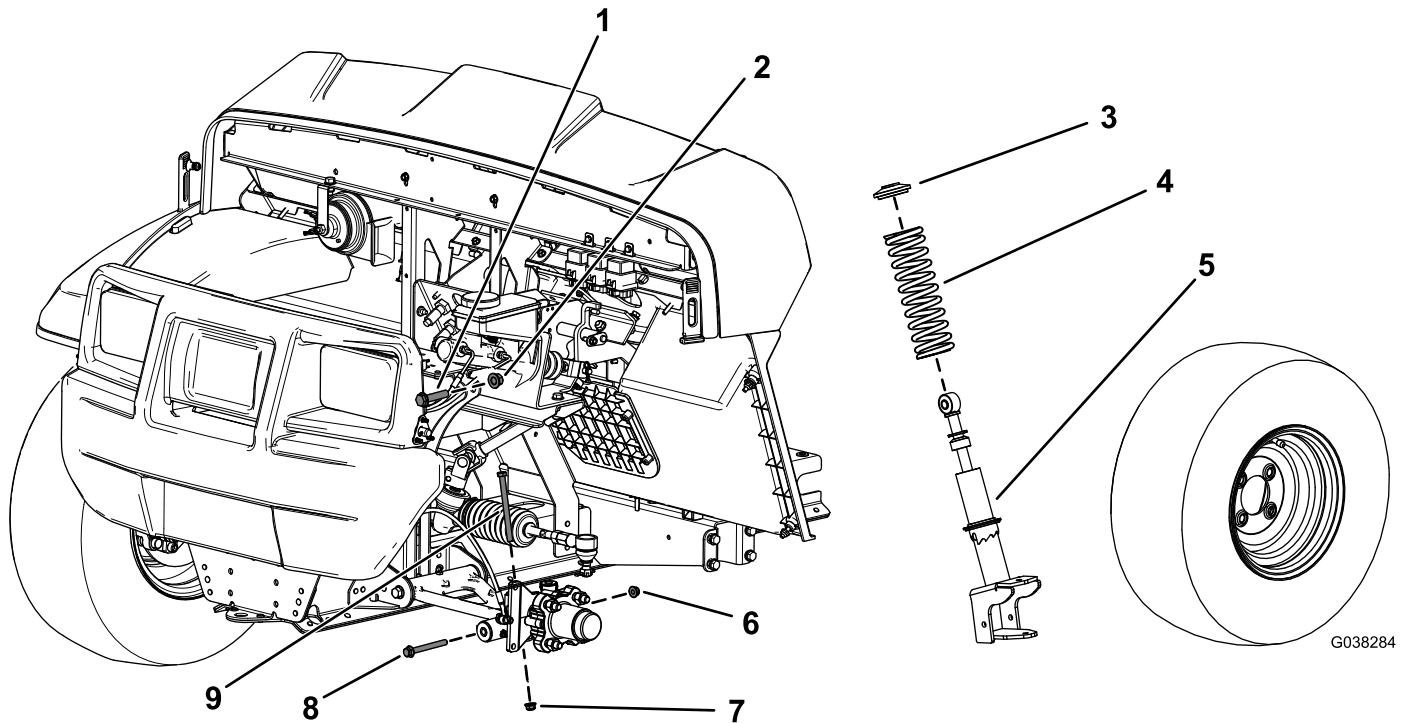

Bild 101
3. Nehmen Sie die Sechskantschraube ($\frac{3}{8}$ " x $4\frac{3}{4}$ ") und Bundmutter ($\frac{3}{8}$ ") von der Spindel ab (Bild 101).
4. Nehmen Sie die Sechskantschraube ($\frac{3}{8}$ " x $3\frac{1}{2}$ ") und Bundmutter ($\frac{3}{8}$ ") vom Steuerarm ab (Bild 101).
5. Nehmen Sie die Sechskantschraube ($\frac{1}{2}$ " x $2\frac{1}{4}$ ") und Sicherungsmutter ($\frac{1}{2}$ ") ab, mit denen die Strebe am oberen Rahmen befestigt ist (Bild 101).
6. Nehmen Sie die Strebe ab (Bild 101).
3. Entfernen Sie die Feder von der Strebe (Bild 101).
4. Bringen Sie die neue Feder über der vorhandenen Strebe an (Bild 101).
2. Befestigen Sie den oberen Teil der Strebe mit der oberen Sechskantschraube ($\frac{1}{2}$ " x $2\frac{1}{4}$ ") und Sicherungsmutter ($\frac{1}{2}$ ") am Rahmen, wie in Bild 101 abgebildet.
4. Bringen Sie die Sechskantschraube ($\frac{3}{8}$ " x $4\frac{3}{4}$ ") und Bundmutter ($\frac{3}{8}$ ") an der Spindel an (Bild 101).
6. Befestigen Sie den unteren Teil der Strebe mit der Sechskantschraube ($\frac{3}{8}$ " x $3\frac{1}{2}$ ") und Bundmutter ($\frac{3}{8}$ ") am Steuerarm, wie in Bild 101 abgebildet.